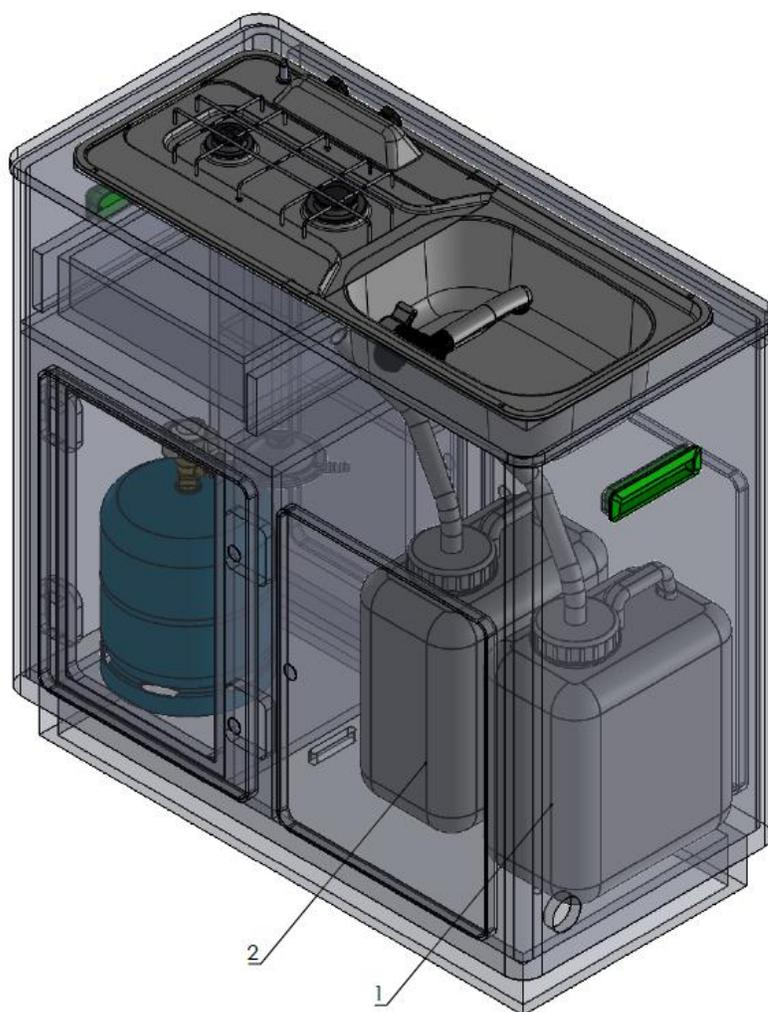

Fig. 20
- Le réservoir d'eau propre (Fig. 20, 2) ne doit être rempli qu'avec de l'eau fraîche. La capacité du réservoir est de 10 litres.
- Le réservoir d'eaux usées (**Fig. 20, 1**) **ne doit être vidé** que dans des points d'élimination spécialement prévus à cet effet sur les terrains de camping ou les emplacements pour caravanes.
- Une fois le système d'eau vidangé, refermez le robinet d'eau. Un robinet abaissé éteint la pompe à eau (**Fig. 20**).